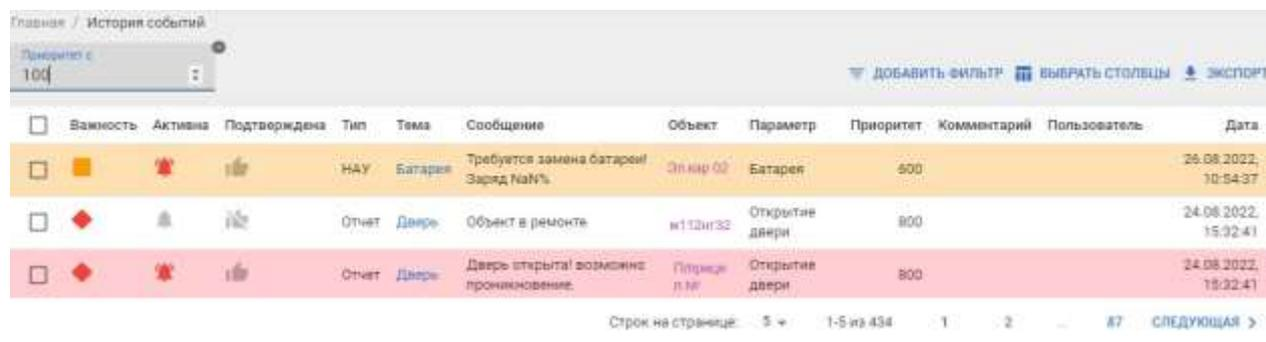

Рисунок 5.13 — Вид раздела "Исторические события"
*Информационные события* (не требующие подтверждения) можно просмотреть только в данном разделе. Информационные события не требуют квитирования (подтверждения), и имеют приоритет «0» (рисунок 5.13):